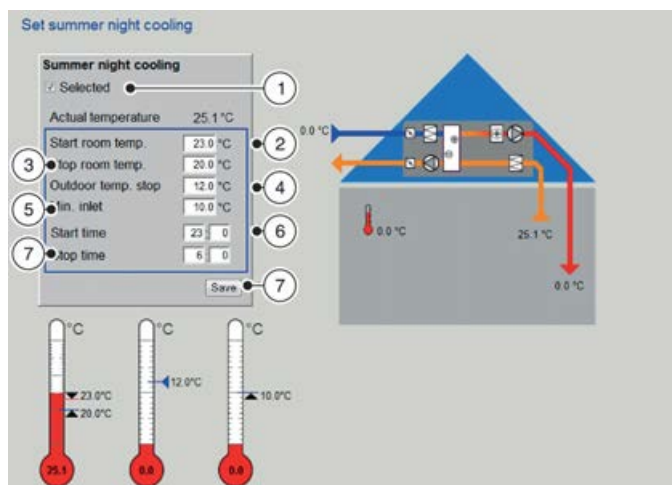

Fig. 30: Purga nocturna
La pantalla «Configurar la refrigeración nocturna de verano» (Fig. 30) permite activar la purga nocturna y establecer un periodo de tiempo para la misma. La función de purga nocturna permite refrigerar el edificio con aire exterior durante las noches (es decir, fuera del horario de funcionamiento); esto puede ser útil durante los meses de verano. La purga nocturna se activa en cuanto se han realizado todos los ajustes necesarios.
2. ▶ Introduzca la temperatura de inicio del aire ambiente para la purga nocturna ('Start room temp.', Fig. 30 /2).
3. ▶ Introduzca la temperatura final del aire ambiente para la purga nocturna ('Stop room temp.', Fig. 30 /3).
4. ▶ Introduzca la temperatura final del aire exterior para la purga nocturna en la casilla (Fig. 30 /4).
5. ▶ Introduzca la temperatura final del aire exterior para la purga nocturna en la casilla (Fig. 30 /5).
6. ▶ Introduzca la hora de inicio de la purga nocturna (Fig. 30 /6).
7. ▶ Introduzca la hora de finalización de la purga nocturna ("Hora de finalización", Fig. 30 /7).
8. ▶ Marque la casilla (Fig. 30 /1) para activar la purga nocturna.